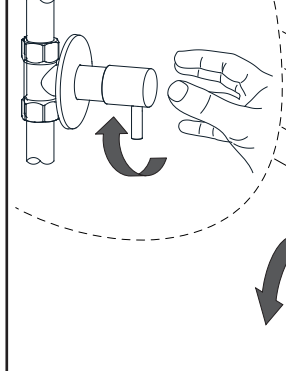

Fig. 11.1
7) Abra las llaves generales de agua fría y caliente, cierre la válvula y compruebe si hay fugas en las conexiones señaladas (Fig. 11.1).
7) Open the hot and cold water supply, close the valve and check for possible water leakages in the signalized connections (Fig. 11.1).
7) Ouvrez l'entrée générale d'eau chaude et d'eau froide, fermez la vanne et vérifiez s'il y a des fuites au niveau des raccords signalés (Fig. 11.1).